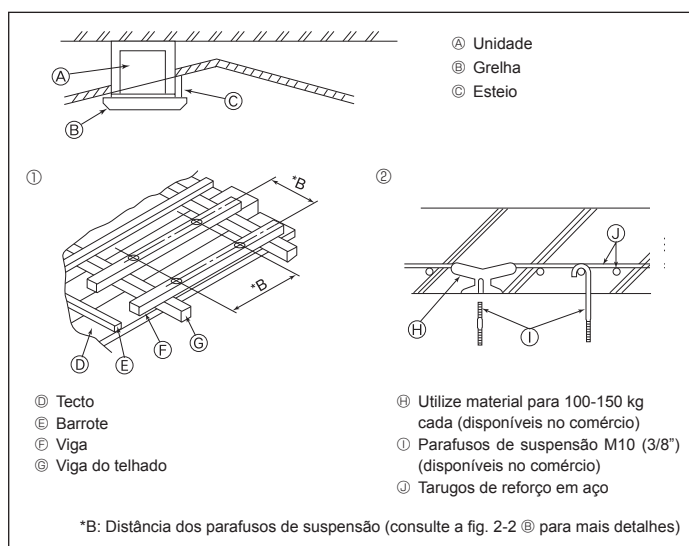

Fig. 2-4
2.4. Estrutura de suspensão (Dar ao lugar de suspensão uma estrutura forte) (Fig. 2-4)